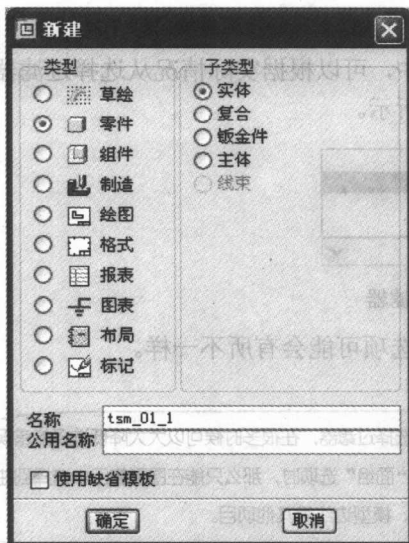

图 1-4 “新建”对话框
- ① 单击  (新建) 按钮，打开“新建”对话框。
- ② 在“新建”对话框中的“类型”选项组中，选择“零件”单选项；在“子类型”选项组中，选择“实体”单选项；在“名称”文本框中输入文件名为 tsm_01_1，单击“使用缺省模板”复选框，以取消使用默认模板，如图 1-4 所示。单击“确定”按钮。